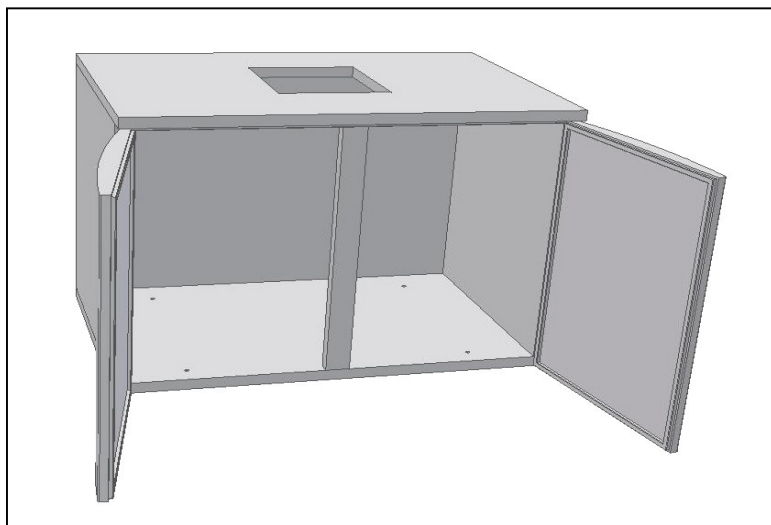

Fig. 10
- Fixer le **pillier** sur le panneau du plateau et du fond (Fig.10);